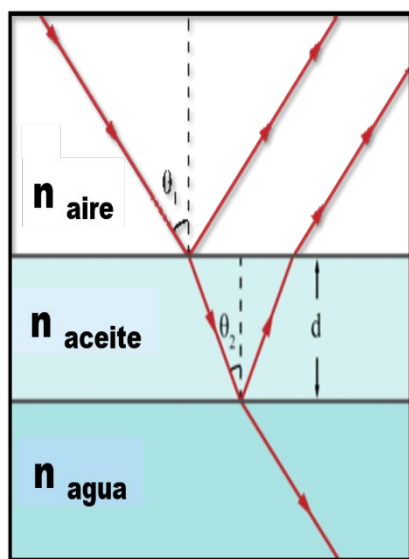

Figura 4. Una capa fina de aceite (índice de refracción n_{aceite}) sobre agua (índice de refracción n_{agua}).
Consideremos lo que ocurre cuando la luz incide en una capa fina de un material transparente que descansa sobre otro material transparente. Un ejemplo de esto es una capa fina de aceite sobre agua. Los rayos de luz viajan en líneas como las observadas en la Figura 4.
En el diagrama de la Figura 4, un rayo de luz que incide en una capa fina de aceite sobre agua, parte de la luz se refleja, otra parte atraviesa la película delgada y se refleja desde el borde inferior, y el resto continúa hacia el agua que está debajo. La luz reflejada desde la interfaz inferior se combinará con la luz reflejada desde la parte superior de la capa fina. Como la luz que se refleja en el borde inferior debe viajar una distancia mayor que la del borde superior, es posible que los dos rayos de luz ya no estén en fase. Adicional, en algunos casos existe un cambio de fase en la superficie reflectiva, estos detalles no se trabajarán en esta actividad. El resultado es que las ondas se combinarán e interferirán y esta interferencia puede ser constructiva, destructiva o alguna combinación, dependiendo de las fases de las dos ondas.
- Figura 4: http://en.wikipedia.org/wiki/Thin-film_interference